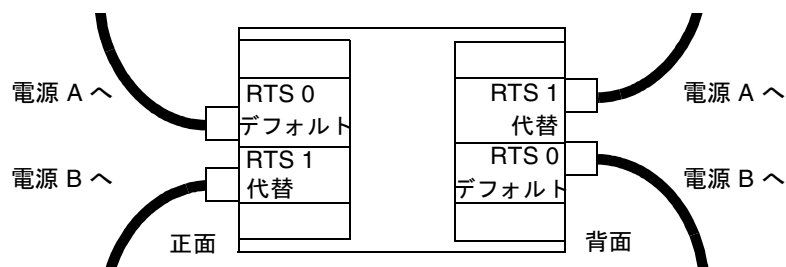

図 3-9 2つの RTU アセンブリおよび2つの独立した AC 電源での構成
- 2つの RTU アセンブリおよび2つの独立した AC 電源を使用する構成では、システムの正面に2本、背面に2本の計4本のケーブルを接続します (図 3-9)。
10. 各電源ケーブルのもう一方の端を、専用のコンセントに接続します (図 3-9)。
**注** – Sun Fire キャビネットの高さは、42.86 ラックユニット (RU) です。RTU アセンブリの高さは、3 RU です。